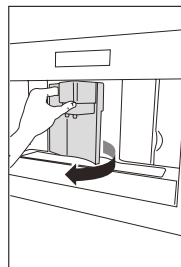
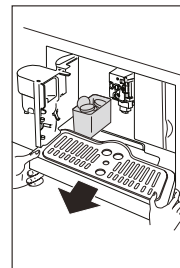
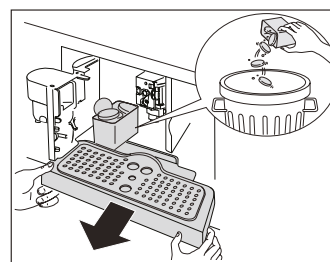

Fig. 23
Fig. 24
Fig. 39
- Pour le nettoyer, ouvrir le volet de service à l'avant en tirant sur le bec à café (Fig. 23), retirer le bac récepteur (Fig. 24), le vider et le nettoyer (Fig. 39).